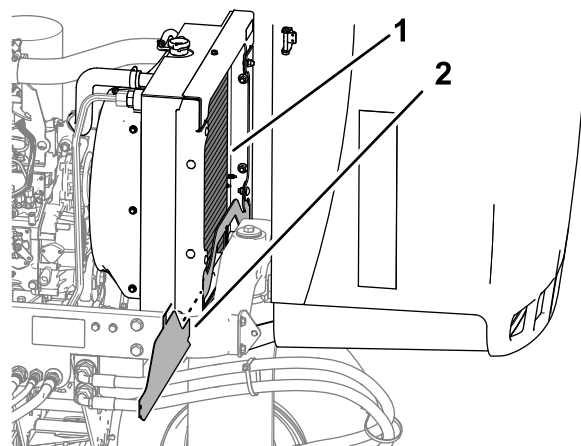

Figura 74
4. Remova o resguardo inferior do radiador (Figura 74).
5. Limpe os dois lados do radiador com água ou ar comprimido (Figura 74).